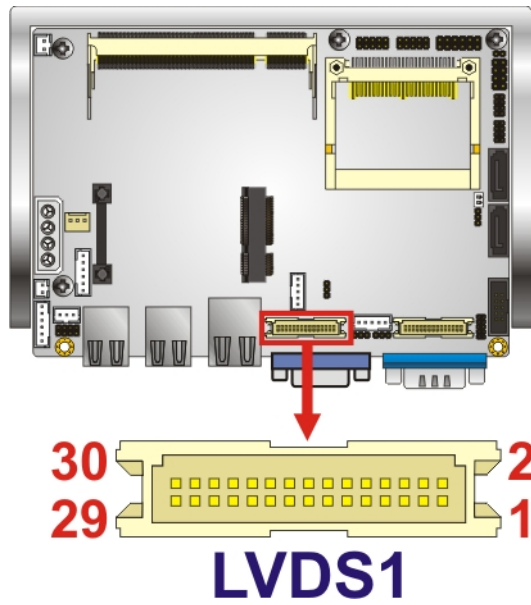

Figure 3-11: LVDS1 Location
- CN Location:** See **Figure 3-11**